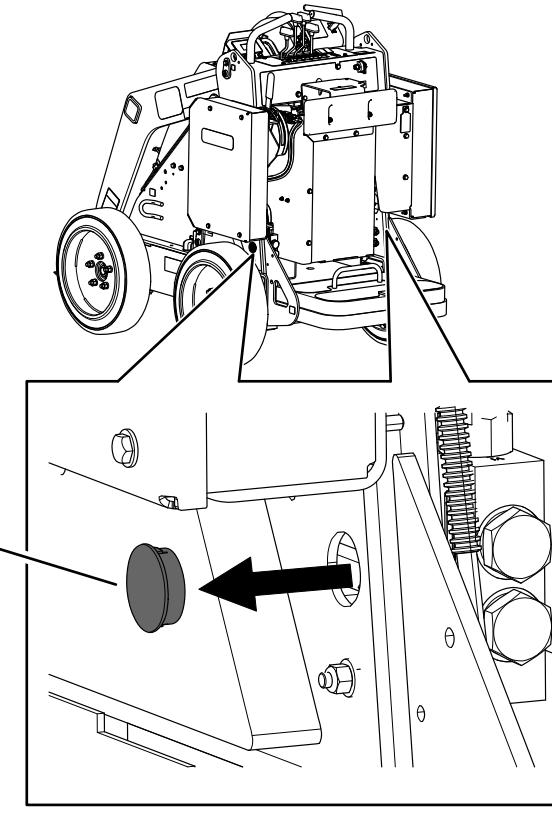

Bild 15
2. Entfernen Sie die Abdeckungen aller Schleppventile (Bild 15).